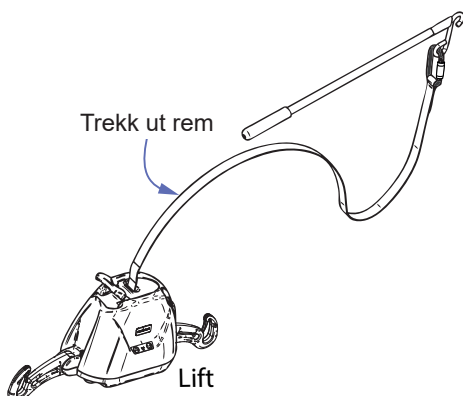

Fig. 5
2. Trekk ut remmen fra løfteren langt nok til at den når frem til vognen uten å støtte løfterens vekt. Se Fig. 5